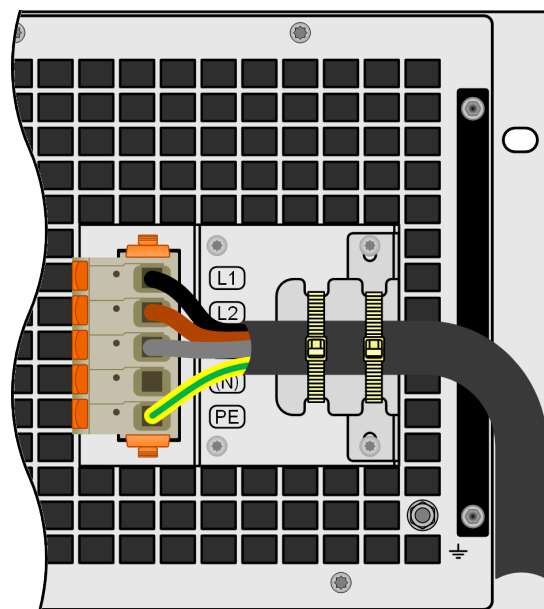

Bild 12 - Fertig montierte Zugentlastung
2. Den Haltewinkel anbringen und mit den mitgelieferten, längeren Schrauben (M3x8) und den Spannscheiben befestigen. Siehe *Bild 12*.